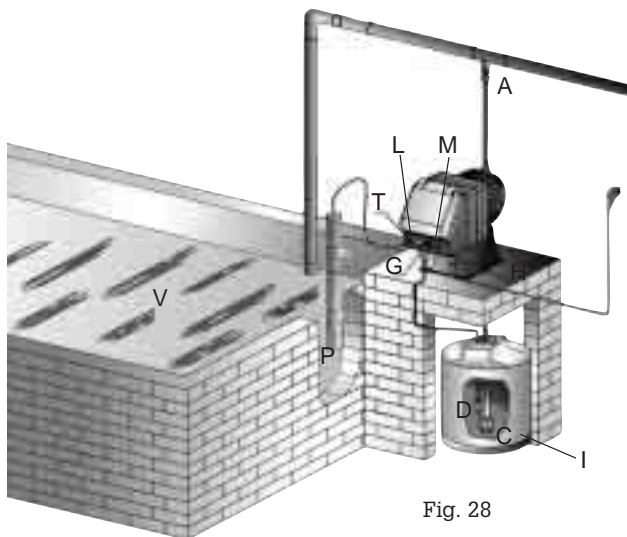

Fig. 28
11.2 - TYPICAL INSTALLATION (Fig. 28)